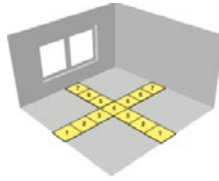

Fig. 1b
- Disposer une rangée de dalle dans les deux directions. La longueur d'une dalle ne peut être inférieure à 20 cm. Si tel est le cas, décaler l'axe de démarrage (fig. 1b).
- Lay down a row of tiles in the two directions. The length of a tile cannot be less than 20 cm. If this is the case, shift the starting axis (fig. 1b).